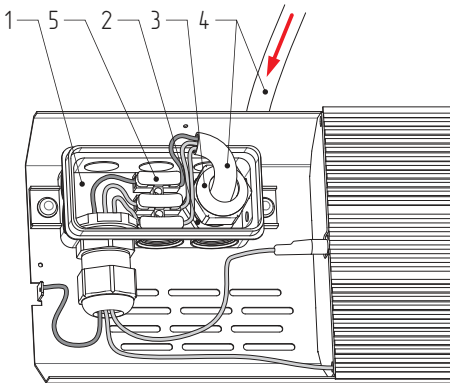

Рисунок 8. Монтаж питающего кабеля обогревателя
7.4.2. Открутить полукруглую гайку гермоввода, пропустить разделанный питающий кабель в гермоввод (см. рис. 8).